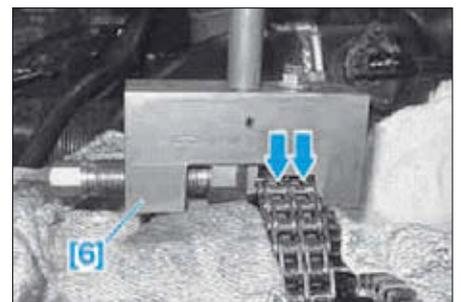

FIG. 11
- Placer l'outil [6] de telle sorte que les talons d'écartement de guidage s'insèrent (flèches) (Fig.11).